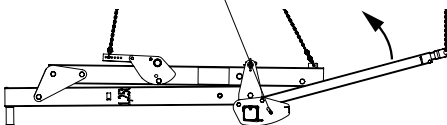

Fig. 3
4. Sollevare il perno di sicurezza (4.1) e richiudere i bracci forca. (Fig. 3)
5. Infilare la catena di sospensione (7).
Fig. 3 a
Fig. 3 b